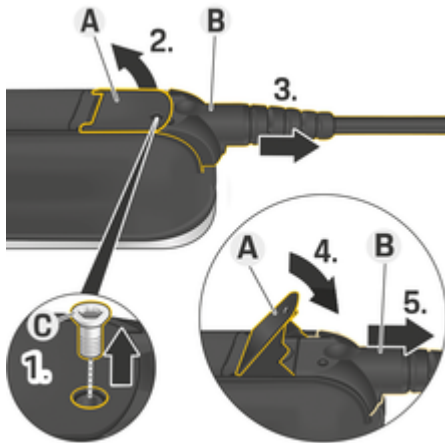

图 15: 断开电缆
1. 使用合适的工具拆下螺钉 C (图 15)。
2. 提升杆 A (图 15)。
3. 将插头 B (图 15) 往外拔，直至感觉到阻力。
4. 合上杆 A (图 15)。
5. 完全拔出插头 B (图 15)。